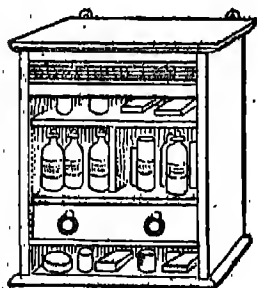

Fig. 10. — La pharmacie familiale.
a) Tous les produits sont rassemblés dans une petite armoire fermant à clef (fig. 10) placée dans un endroit frais, sec, clair, bien aéré.